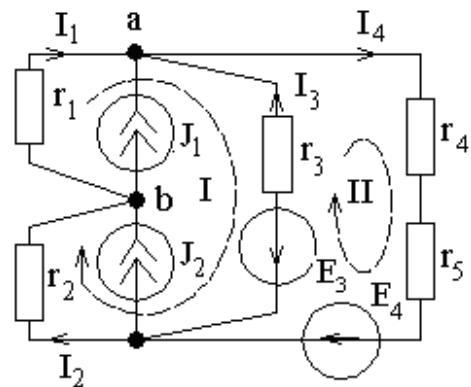

Рис. 41
11. Найти токи во всех ветвях цепи (рис. 41) и сделать проверку по балансу мощностей, если $J_1=10$ А, $J_2=20$ А, $E_3=30$ В, $E_4=40$ В, $r_1 = 2$ Ом, $r_2 = 1$ Ом, $r_3 = 3$ Ом, $r_4 = 4$ Ом, $r_5 = 5$ Ом.